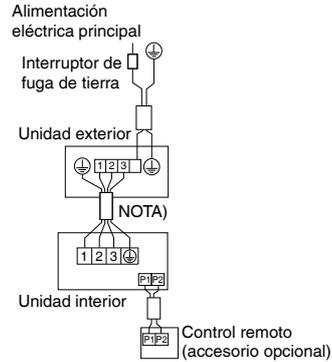

Fig. 29
- **Tipo de par:** Un control remoto controla 1 unidad interior. (sistema estándar) **(Consulte la Fig. 29)**